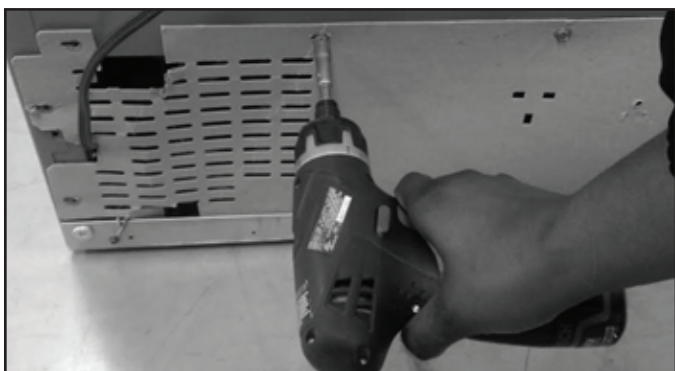

FIGURE 1
2. Au moyen d'un tourne-écrou de 1/4", retirer les vis du capot du compartiment des machines. Voir la Figure 1.